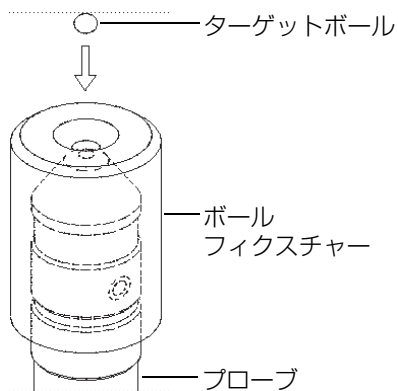

図 4-5 フィクスチャーに設置したターゲットボールとプローブの位置合わせ
3. **ボールオン**：測定に使用するターゲットボールを選択し、ボールサイズに適したボールフィクスチャーに設置します。ボールフィクスチャーは、ターゲットボールをプローブの先端の中央に揃えるためのものです。まず、フィクスチャーの上部にボールを置き、次に、プローブの先端の上にフィクスチャーを置いて、74 ページ図 4-5 にあるようにフィクスチャーの動きが止まるまでスライドしてください。